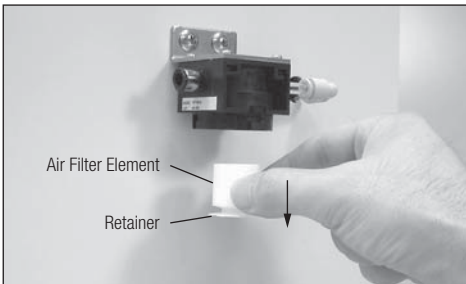

Fig. 31
- 5) Remove Retainer & Air Filter Element. (Fig. 31)